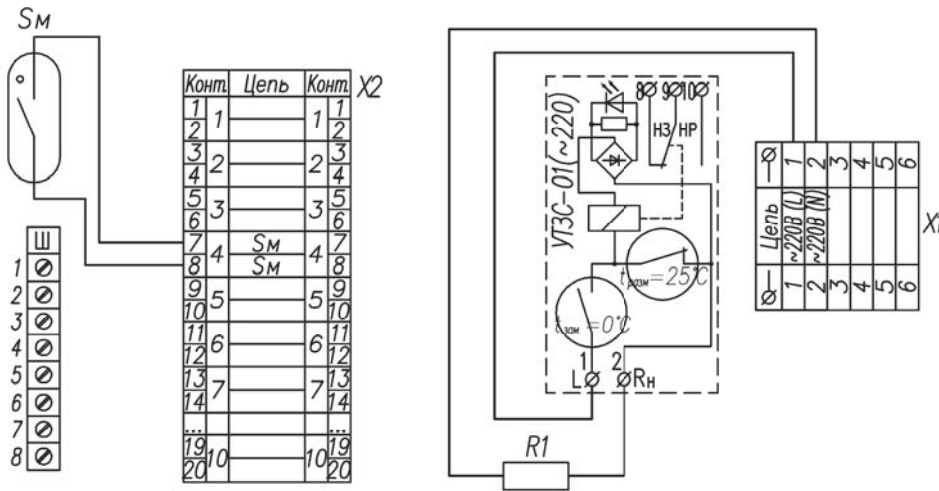
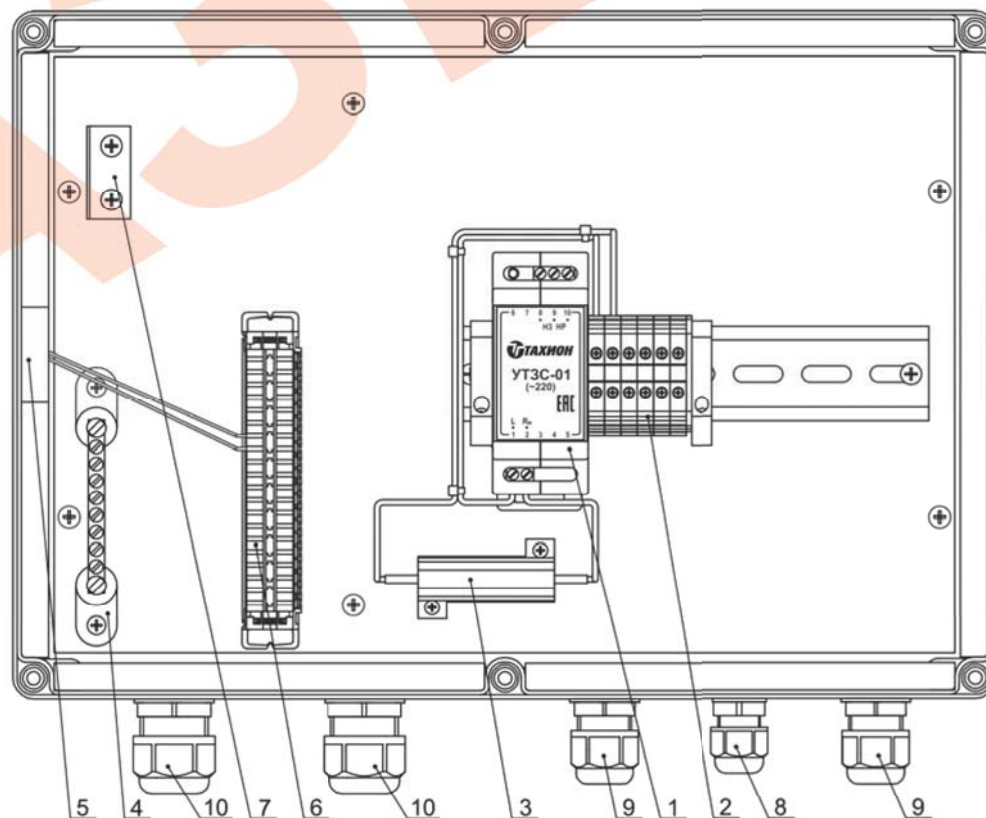

Рис.2 Схема электрическая принципиальная
Рис.1 Устройство КМГО (крышка не показана)
В состав изделия входят (см. рис.1 и рис.2):
Подключение цепей изделия производится в соответствии со схемой электрической принципиальной (рис.2). Для подключения необходимо:
1. Заземлить любой свободный контакт шины заземления Ш (поз.4 рис.1).
2. Подключить магнитоконтактный извещатель Sm (поз.5 рис.1) к внешнему устройству сигнализации через контакты 7 и 8 (4-я пара) плинта X2.
3. Подать кабелем напряжение питания 220В на клеммную колодку X1 (поз.2 рис.1), при этом фазовый провод (L) соединить с контактом 1, а нулевой провод (N) с контактом 2.